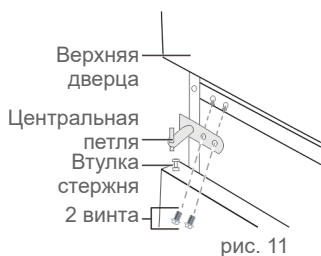

рис. 11
12. Установите центральную петлю с левой стороны корпуса, используя два винта (→ рис. 11).